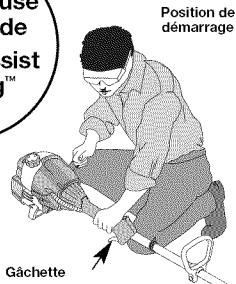

Fig. 7
AVERTISSEMENT : évitez tout démarrage accidentel. Tenez-vous en position de démarrage lorsque vous tirez sur la corde de démarrage (Fig. 7). L'opérateur et l'appareil doivent tous deux être en position stable pour éviter des blessures graves.
- Accroupissez-vous en position de démarrage (Fig. 7), pressez la poignée des gaz et tirez sur le cordon de démarrage d'un **mouvement contrôlé et ferme** à 5 reprises.